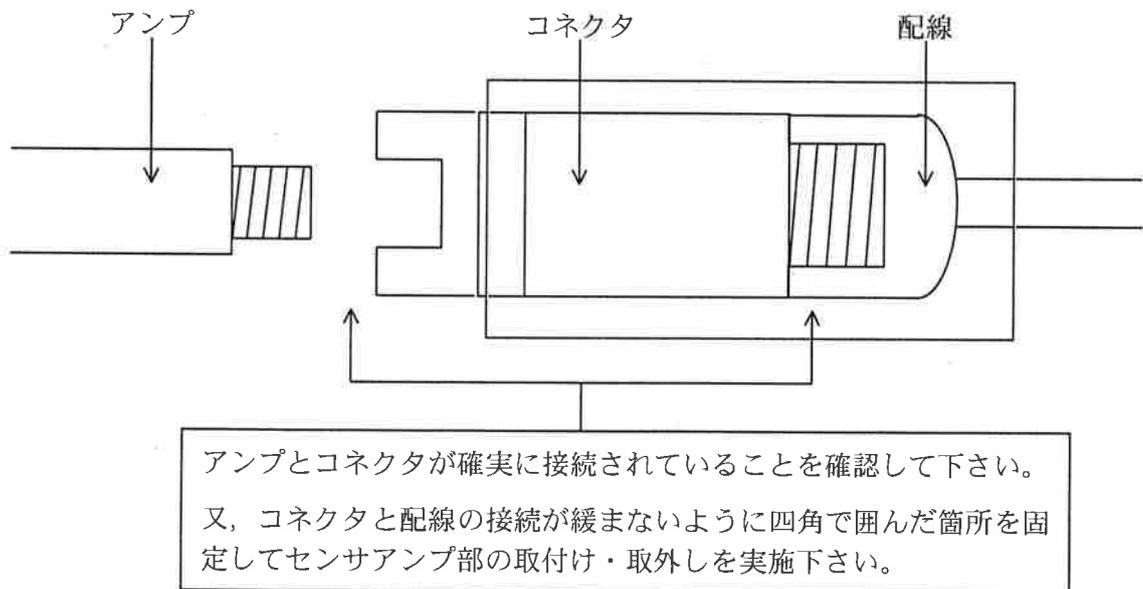

図3. 配線接続の確認要領
- (9) アンプとコネクタ、コネクタと配線が確実に接続されていることを確認下さい。(図 3 参照)
- (10) アンプ本体にゴムを付け、固定用バンドで固定する。
- ※(11) ストップバルブを開く。
- (12) DIASYS 画面の“燃焼診断 制御・監視”画面にて“診断リセット”を押し、“診断信号異常”が消灯したことを確認する。本操作は必ず(11)の操作後に実施下さい。アラームリセットされた状態で(11)の操作を実施すると燃焼診断が誤判定し機関トリップする場合があります。